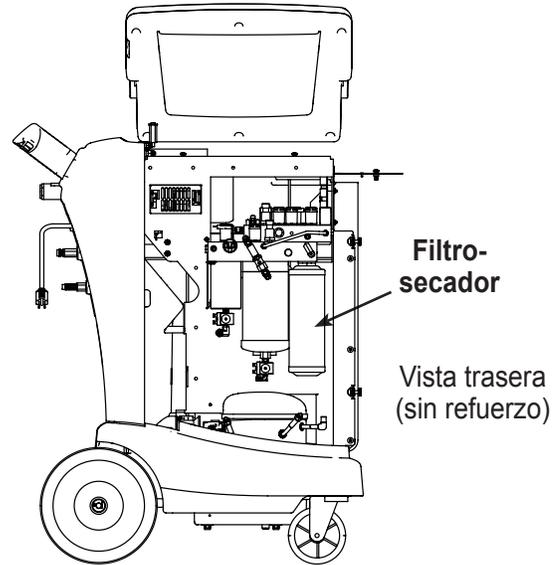

Figura 15
5. La pantalla muestra PLEASE REPLACE FILTER (reemplace el filtro). Abra la puerta trasera de la unidad y desatornille el filtro anterior. Consulte la Figura 15.